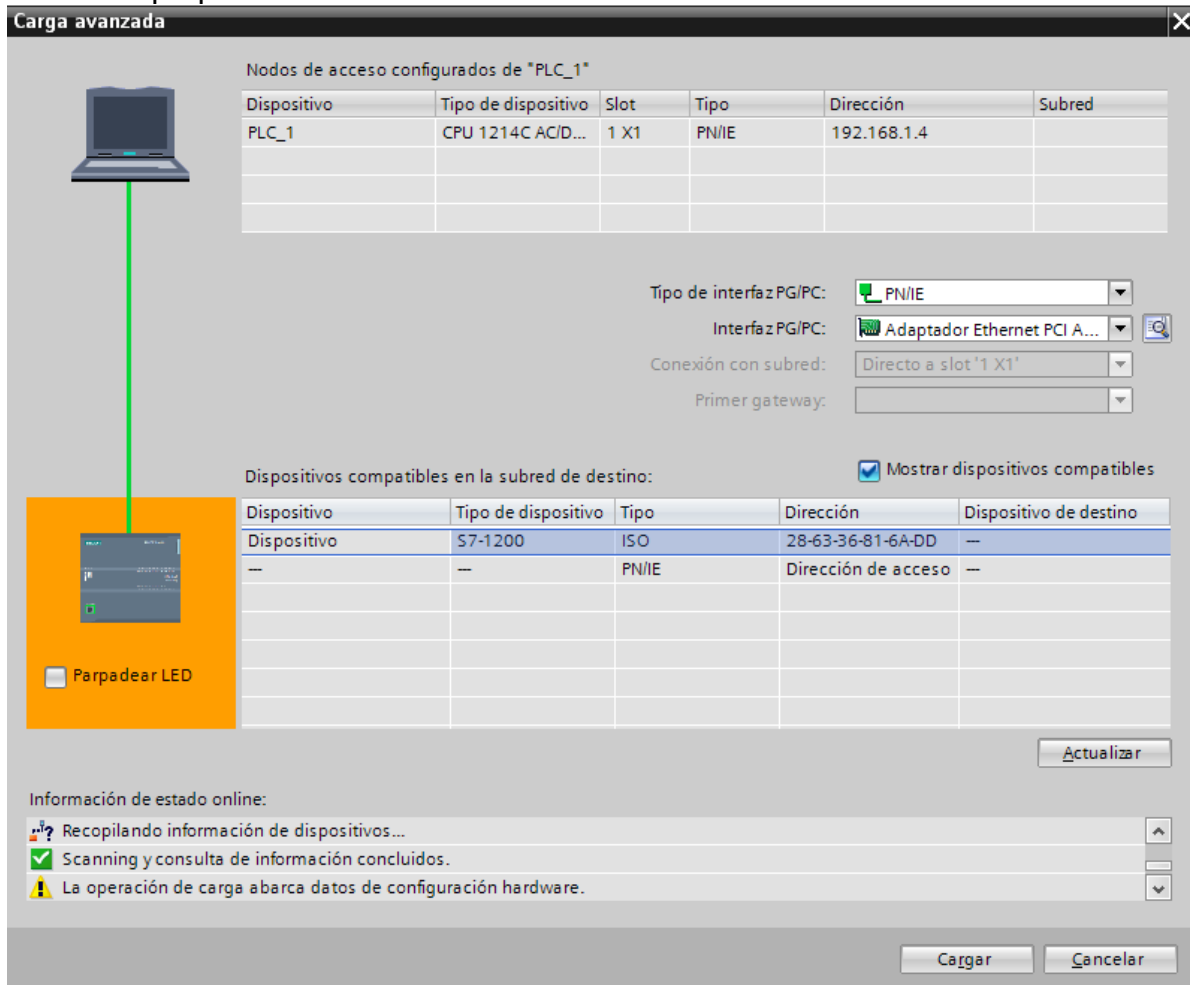

Figura 26. Ventana de Carga avanzada.
31. De un clic en cualquier parte de la ventana del programa para seleccionarlo, luego vaya al menú "Online" y de clic en la opción "Cargar en dispositivo" o directamente en el icono , deberá abrirse la ventana que se muestra en la Figura 26. Tal como ahí aparece, seleccione en "Tipo de Interfaz PG/PC" la opción "PN/IE", la "interfaz PG/PC" se identificará automáticamente, espere mientras se intenta la comunicación y luego de clic en la casilla de "Mostrar dispositivos compatibles", como se ve en la Figura 26 se debe haber reconocido el S7-1200 que hemos conectado, para comprobarlo